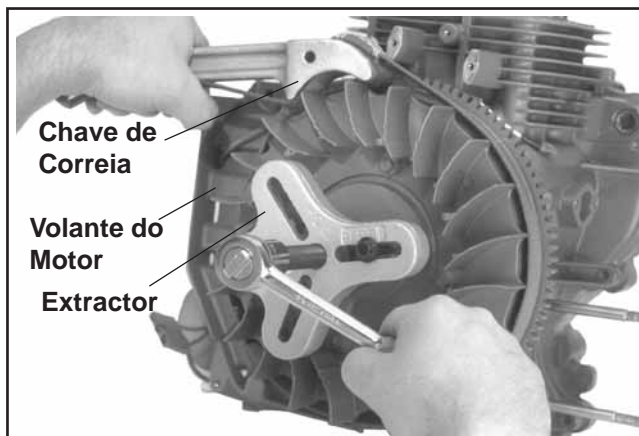

Figura 9-38. Retirar o Volante do Motor Com Um Extractor.
3. Retire o volante do motor da cambota utilizando um extractor. Consulte a Figura 9-38.